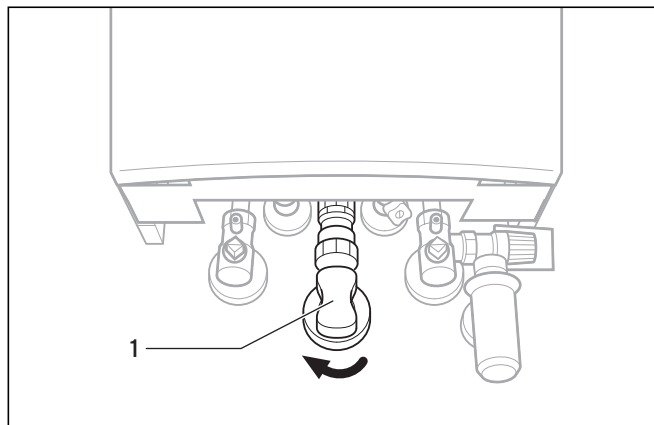

Fig. 2.1 Chiusura del rubinetto di intercettazione del gas (VM 146, VM 206 e VM 276); Esempio: installazione incassata
- Chiudere il rubinetto di intercettazione del gas (1, fig. 2.1, 2.2) dell'apparecchio.